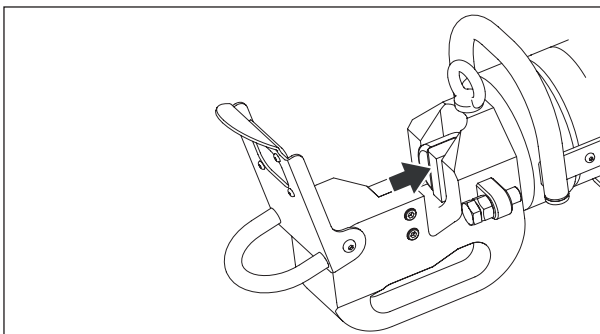

Figure 8, Piston et lame en position de repos (entièrement rentré)
Assurez-vous toujours que le piston et la lame mobile sont dans la position de « repos, et soient entièrement rentrés, avant de poser tout matériau dans la tête de la cisaille. Voir la figure 8.
2. Assurez-vous que le piston est en position de « repos » (entièrement rentré). Voir la figure 8.
1. Démarrez la pompe. Mettez le piston en position de « repos (entièrement rentré) ». Voir la figure 8.